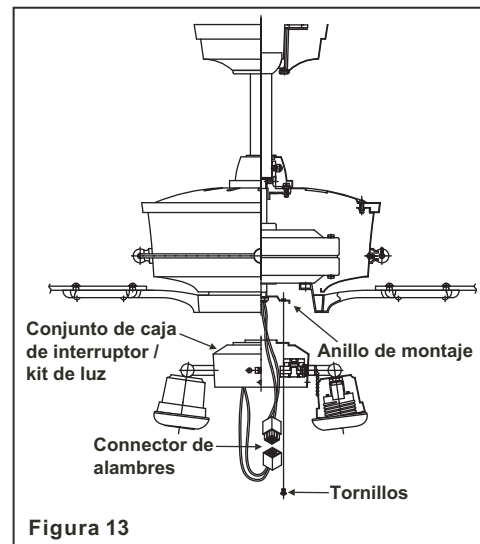

Figura 13
Paso 2. Coloque los agujeros del conjunto de caja de interruptor / kit de luz en los 2 tornillos previamente aflojados del anillo de montaje, gire el conjunto de caja de interruptor / kit de luz hasta que quede fijo en su lugar en la parte estrecha de los agujeros. Asegúrela apretando los 2 tornillos aflojados y también el que quitó anteriormente. (Figura 13)